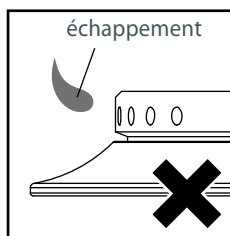

Fig. 3
- En ayant pris soin d'isoler le produit de l'alimentation électrique, allumer le brûleur à l'aide d'une allumette. La flamme jaillira probablement du brûleur (voir la Fig. 3).